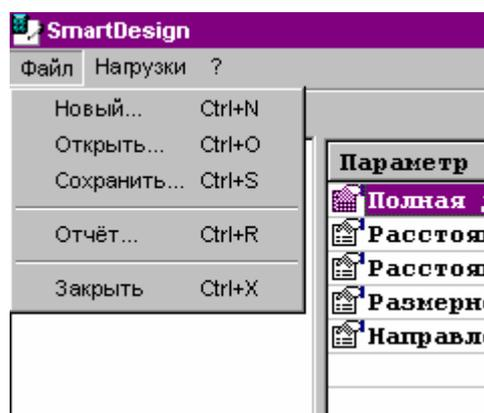

рис. 4
- 2.1.3.1. Список «Файл» (рис.4) содержит команду «Новый» для начала нового расчёта, команды: «Открыть», «Сохранить» для управления файлом сценария расчёта (бинарным файлом, содержащим данные для расчёта), команду «Отчёт» для генерирования отчёта (текстового файла с результатами расчёта), команду «Закрыть» для закрытия программы.